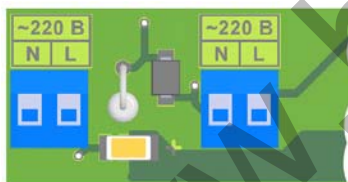

Рисунок 2
- 8.9 Проверить работоспособность указателя путем подачи напряжения питания 220 В переменного тока в соответствии с обозначениями на плате (рисунок 2 приложения).